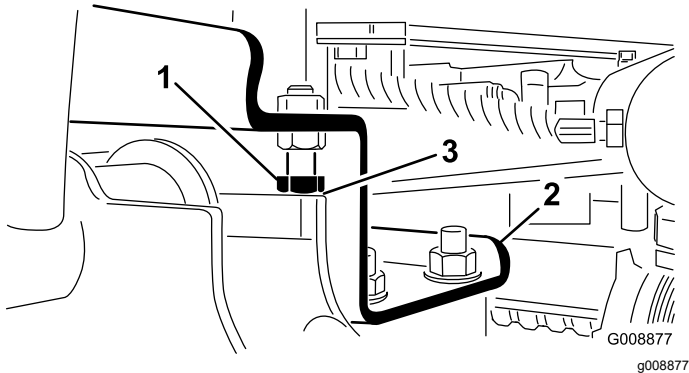

Figura 12
- A. Afloje los pernos de tope (Figura 12).
2. Compruebe que la holgura entre cada brazo de elevación y el perno de tope es de 0,13–1,02 mm (Figura 12). Si la holgura no está en este intervalo, ajuste los pernos de tope para obtener la holgura necesaria.